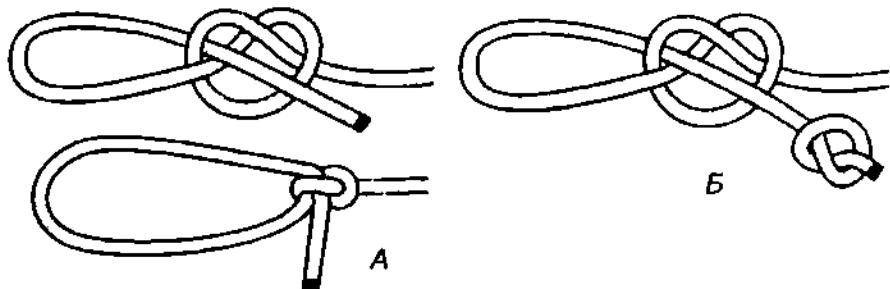

Рис. 196. А – скотский узел; Б – петля хонды – скотский узел с контрольным стопорным узлом.
**Скотский узел** – это незатягивающаяся петля хонды, завязанная без контрольного стопорного узла (рис. 196). На жёстких верёвках **скотский узел** ползёт и не держит, а на мягких, даже на синтетических, держит удивительно хорошо! На примере **скотского узла** мы в очередной раз убеждаемся в большой силе незатейливого **простого узла**, который здесь работает как **самозатягивающийся узел**.
Если **скотский узел** хорошенько выправить и затянуть, он, как ни странно, способен выдержать значительную нагрузку (на мягкой верёвке). Приходящее усилие на **скотский узел** должно быть постоянным, без резких рывков, иначе ходовой конец может высокользнути из узла. Как бы сильно не затянулся **скотский узел**, он при желании без труда развязывается. **Скотский узел** необходимо вязать только на мягких верёвках, если он вяжется на жёсткой, то на конце следует вязать стопорный узел (рис. 196 Б).